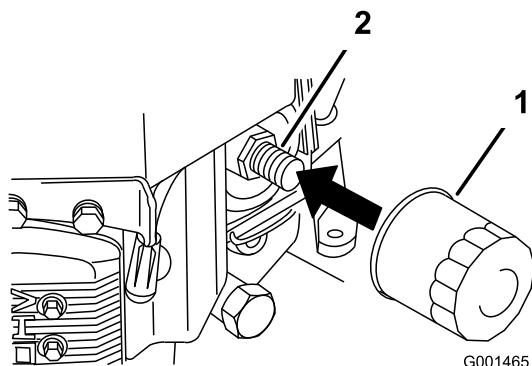

Figura 34
2. Retire o filtro antigo (Figura 34).
3. Aplique uma fina camada de óleo para sistemas hidráulicos na junta de borracha do filtro de substituição (Figura 34).
4. Instale um filtro de óleo de substituição no adaptador do filtro, rode o filtro de óleo no sentido horário até que o vedante de borracha entre em contacto com o adaptador do filtro, em seguida, aperte o filtro mais 3/4 de volta (Figura 34).